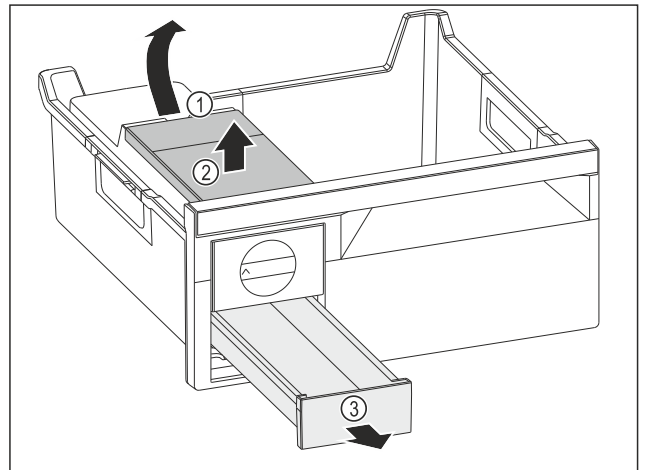

Fig. 140
- ▶ Retirer le réservoir d'eau : Soulever le réservoir d'eau hors de l'évidement Fig. 140 (1).
- ▶ Retirer le réservoir d'eau Fig. 140 (2) vers le haut.
- ▶ Retirer le compartiment à glaçons Fig. 140 (3) vers l'avant.